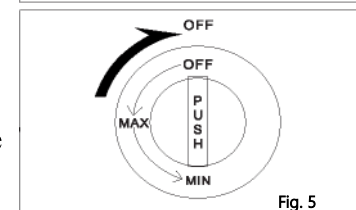

Fig. 5
- Une fois le travail terminé, remettez le contacteur d'allumage sur OFF et assurez-vous que le brûleur est éteint (Fig. 5).